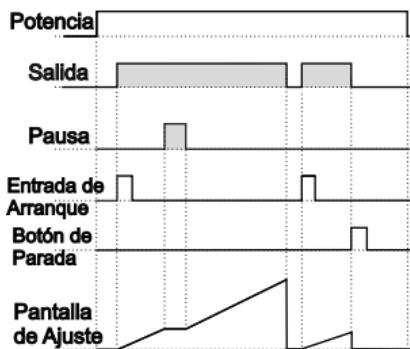

Figura 1.3
1.2.1 Si Conteo Ascendente **dEct** = 0 y **butF** es **o-n**, el diagrama de control se muestra la figura 1.3.